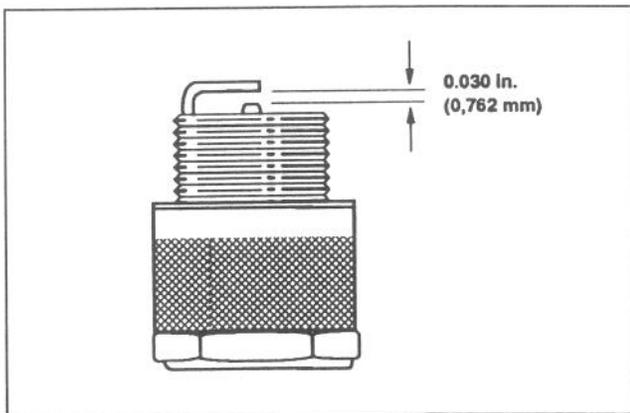

Abbildung 14
4. Den Elektrodenabstand auf 0,762 mm einstellen (Abb. 14). Eine Zündkerze mit korrektem Elektrodenabstand und Dichtung einsetzen und auf 20,4 Nm festziehen. Wenn kein Drehschlüssel verwendet wird, die Kerze fest anziehen.